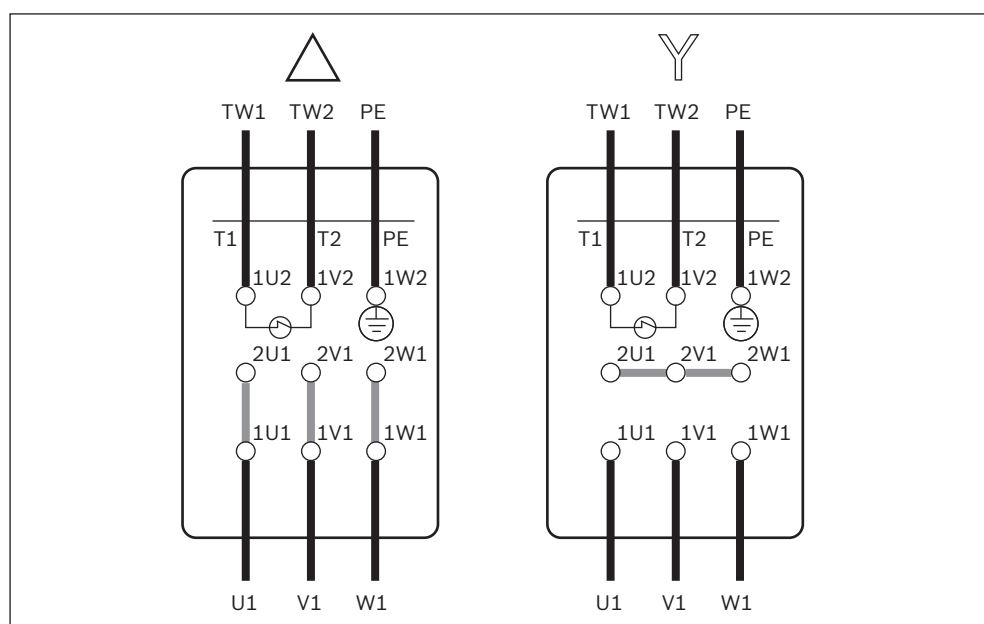

Fig. 10: Schemi di collegamento: collegamento a triangolo / a stella
- Allacciare il motore con collegamento a stella o a triangolo, in base agli schemi di collegamento, vedere Fig. 10 a pagina 21 e allo schema di collegamento nella scatola terminali.
- Per cambiare la direzione di rotazione del motore, scambiare due fili a piacere (L1, L2 o L3, vedere Fig. 10 a pagina 21).